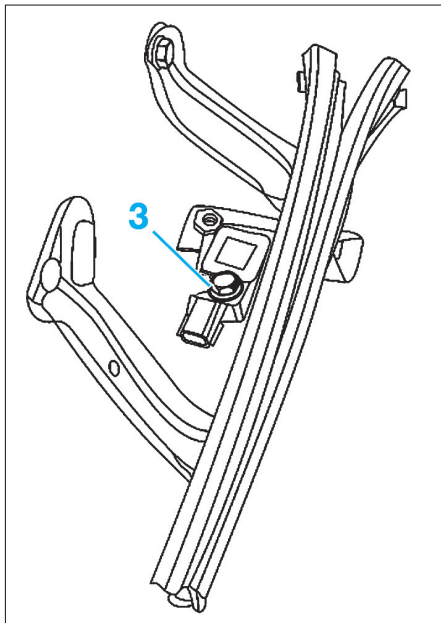

FIG. 16
- le capteur de choc latéral (3) (Fig.16).